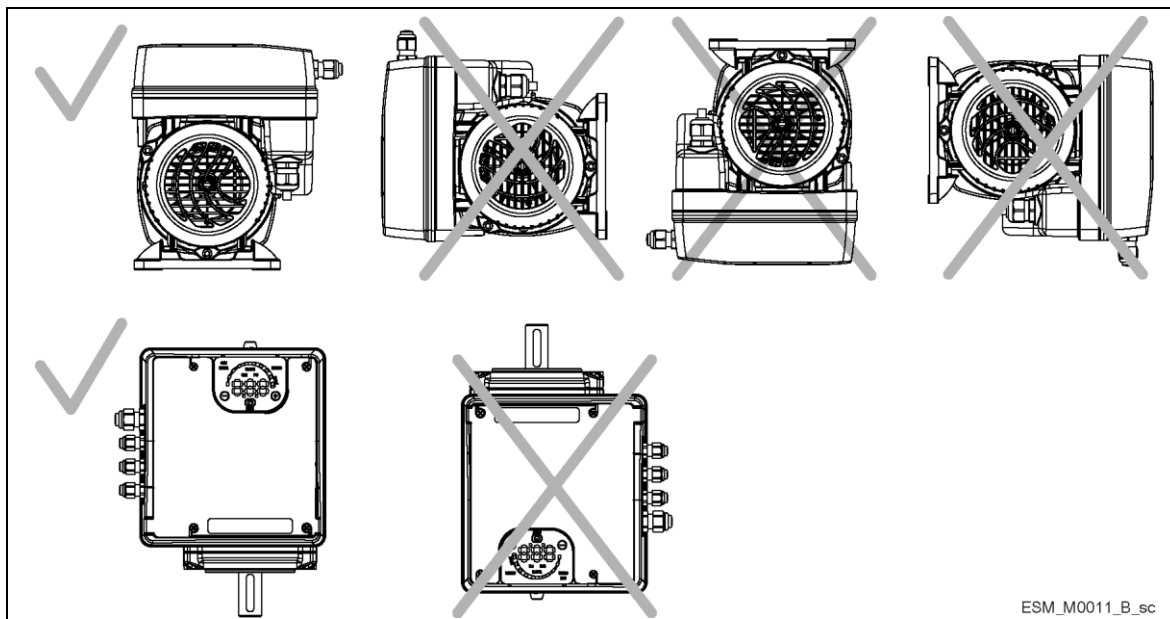

Abb. 7: Zulässige Positionen
- Die Einheit so positionieren, wie in Abbildung 7 dargestellt.